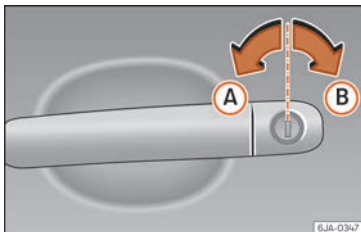

Fig. 121 Posiciones de la llave durante bloqueo y desbloqueo del vehículo.
- Gire con la llave en el bombín del lado del conductor en el sentido de marcha hasta su posición de apertura **A** »» fig. 121.
- Gire con la llave en el bombín del lado del conductor contra el sentido de marcha hasta su posición de cerradura **B** »» fig. 121.